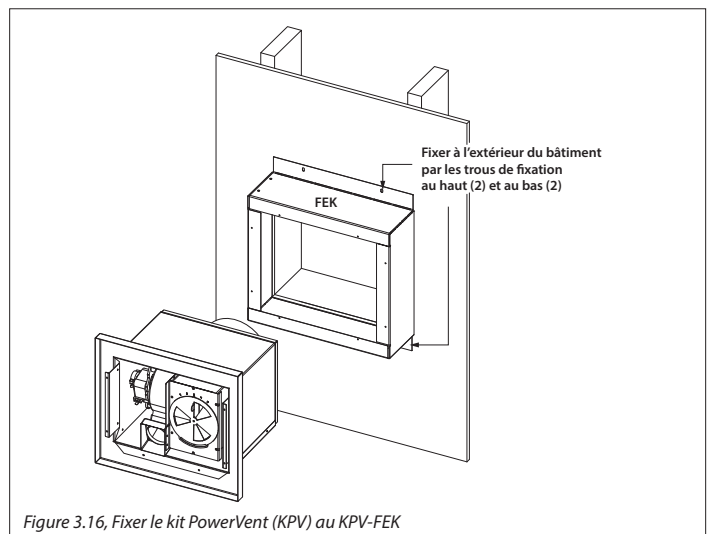

Figure 3.16, Fixer le kit PowerVent (KPV) au KPV-FEK
6. Réinstallez l'assemblage arrière du chapeau du KPV, que vous aviez retiré à l'étape 1 de la Section 3.5. Voir Figure 3.16